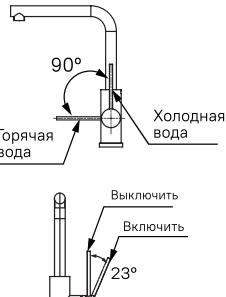

Рис. 5
- Включение / выключение воды (рис. 5).
- Turning water on / off (fig. 5).